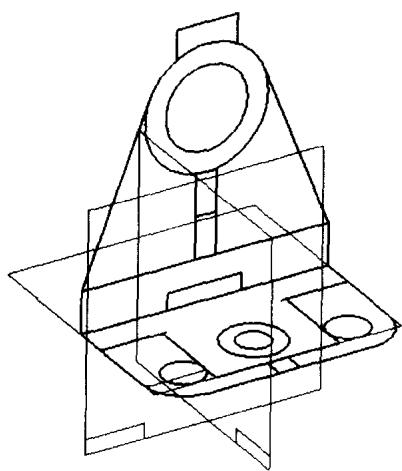

图 1-31
11. 单击 [ ] 按钮结束二维草图，返回零件设计环境（如图 1-31 所示）。